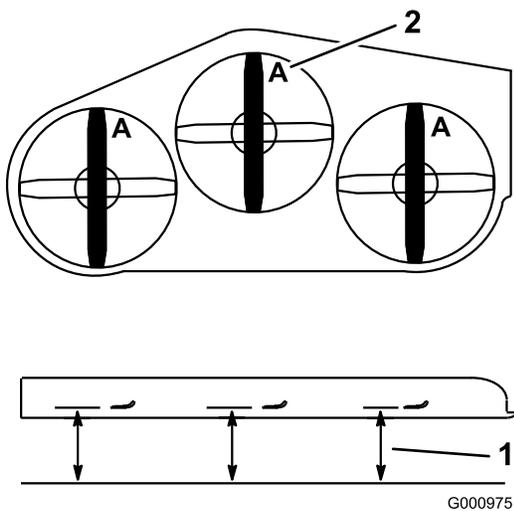

Figure 62
3. Tournez les lames dans le sens longitudinal. Mesurez la distance entre la surface plane et le tranchant (position A) des lames (Figure 62).